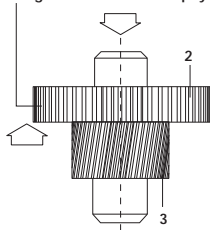

fig. 3
- Qualora sia necessario smontare delle ruote dentate piantate sull'albero con interferenza procedere come indicato in **fig. 3** avendo cura in fase di montaggio della nuova ruota dentata di inserirla centrandola perfettamente sull'albero per ottenere un piantaggio corretto.
- If you have to remove gear-wheels secured to the shaft with resistance, proceed as in **fig. 3**. When installing the new gear-wheel, take care to fit it by centering it perfectly on the shaft to ensure it is correctly secured.
- Au cas où il serait nécessaire de démonter des roues dentées plantées sur l'arbre avec interférence, procéder comme indiqué en **fig. 3**; lors de la phase de montage de la nouvelle roue dentée, prendre garde à l'insérer en la centrant parfaitement sur l'arbre pour la planter correctement.
- Falls es erforderlich sein sollte, die Zahnräder auszubauen, die im Übermaß an der Welle angebracht worden sind. Dazu bitte entsprechend den Anleitungen in **fig. 3** vorgehen. Während des Montagevorganges des neuen Zahnrades unbedingt darauf achten, dass dieses zentriert auf der
- Si fuese necesario desmontar las ruedas dentadas plantadas sobre el árbol con interferencia proceder como indicado en la **fig. 3**, poniendo atención durante la fase de montaje de la nueva rueda dentada para introducirla centrándola perfectamente sobre el árbol de modo de realizar